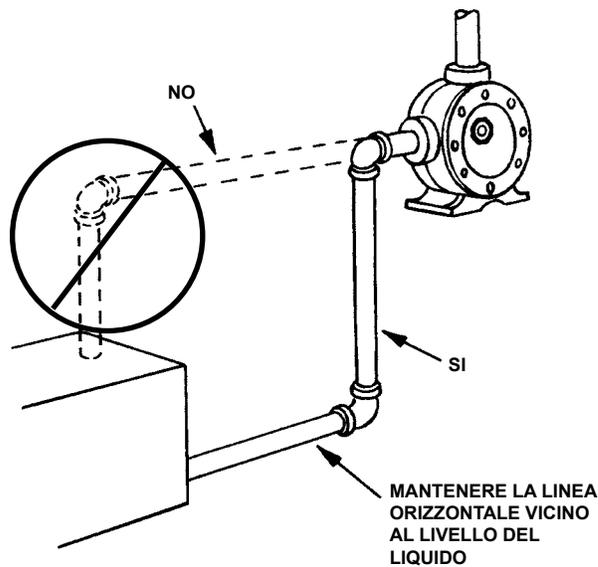

FIGURA 11
6. Per un condotto di aspirazione con un lungo tratto orizzontale si consiglia, se possibile, di tenere tale tratto al di sotto del livello del liquido. Questa operazione tiene piena la pompa in modo che essa non debba rimuovere troppa aria all'avvio; è molto utile quando non è presente una valvola di fondo. Vedere Figura 11.